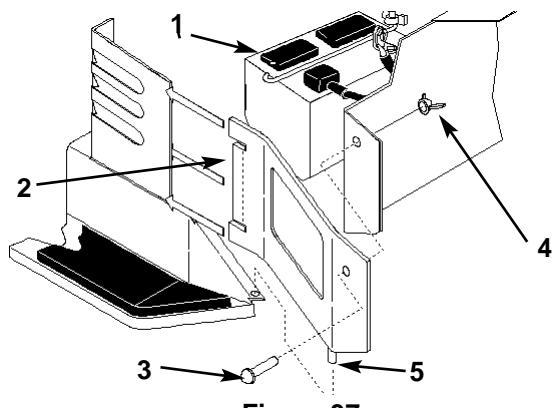

Figure 37
7. Montate la batteria nello chassis (Fig. 37).
11. Montate le fiancate inserendo le lunette nel complessivo dello sterzo, ed inserite la spina nella flangia del poggiapiedi. Fissate con le viti e i galletti (Fig. 37).